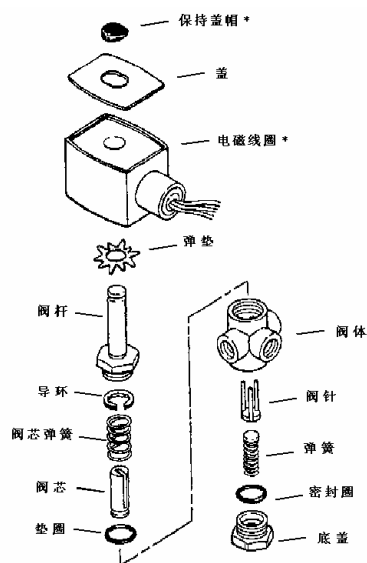

图 15 电磁阀——各种型号
参照图 15。电磁阀所需维修很少，但最好能进行定期的清洁。一般来说，如果工作电压适合，当阀的动作迟缓或有大量的泄漏时，需对阀进行清洁。如需更换部件，请按如下步骤：
- 3、更换新的电磁线圈并按图 15 顺序安装。